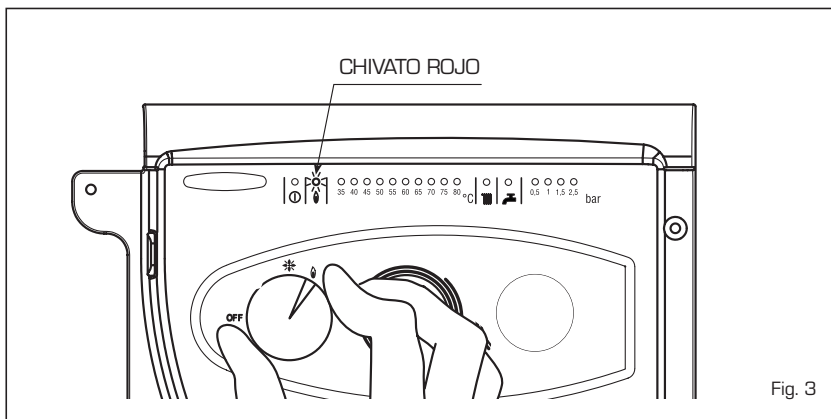

Fig. 3
- **Bloqueo encendido** (fig. 3)